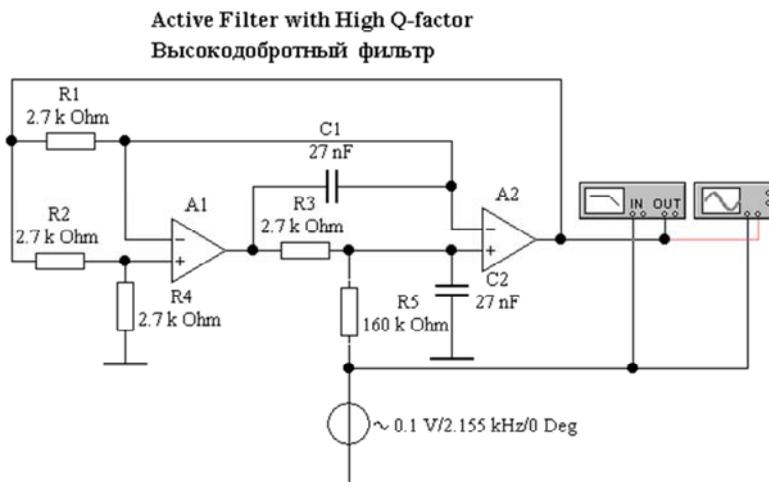

Рис. 9.8. Высокодобротный фильтр (файл **banda7.ewb**)
9. Исследовать высокодобротный фильтр (файл **banda7.ewb**, рис. 9.8).